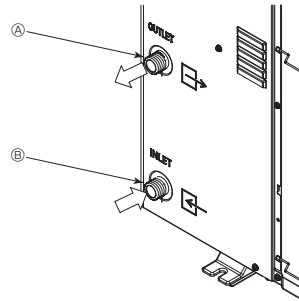

Fig. 6-1
6.1. Anslutning av vattenrör (Fig. 6-1)
- Utlopps- och inloppsrörens placering visas i Fig. 6-1.
[Fig. 6-1]